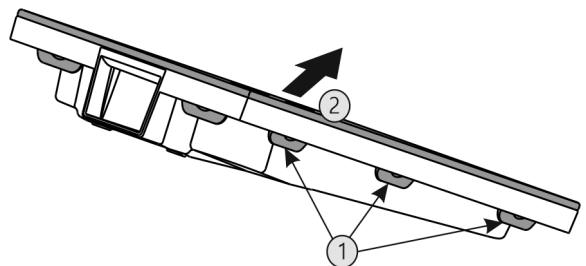

Fig. 58
- Appuyer sur toutes languettes Fig. 58 (1) l'une après l'autre et enlever le couvercle Fig. 58 (2).